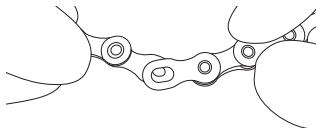

図14
- 表側と裏側からC-リンク™ を取り外します (図14)。